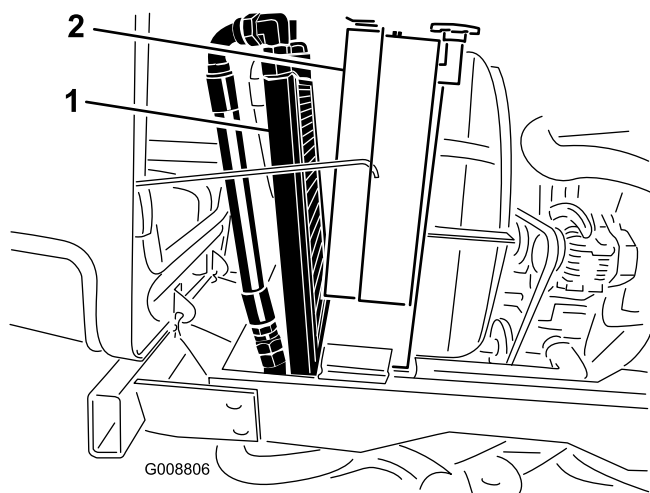

Figura 68
3. Girate indietro il radiatore dell'olio. Pulite accuratamente entrambi i lati dell'area del refrigeratore dell'olio e del radiatore utilizzando aria compressa (Figura 68). Iniziate dal lato anteriore ed eliminate i detriti spingendoli verso la parte posteriore. Successivamente eseguite la pulizia partendo dalla parte posteriore e soffiando l'aria verso la parte anteriore. Ripetete la procedura più volte fino a rimuovere completamente sporcizia e detriti